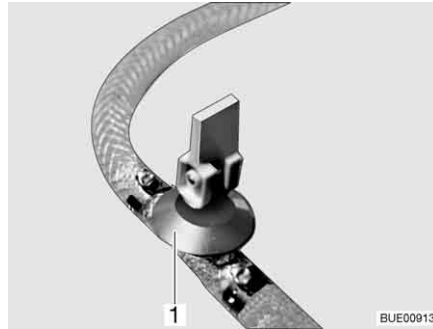
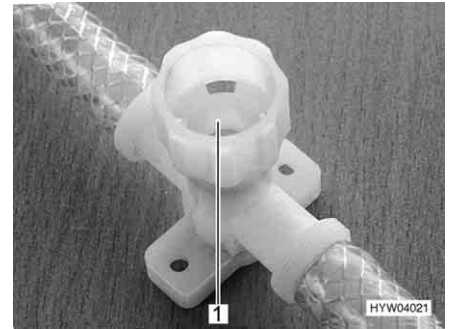

Bild 235 Avtappningskran (med vipparm)
Bild 236 Avtappningskran (med vred)
- Stäng alla avtappningskranar. Ställ för detta avtappningskranens vipparm (Bild 235,1) vågrätt eller vrid avtappningskranens kran (Bild 236,1) medurs.